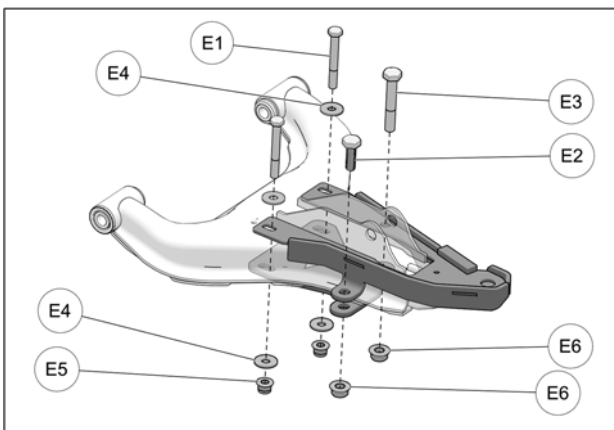

Fig. 20
8. Assembler la plaque de renfort et la plaque de serrage en utilisant les boulons M10 (E3-E2) et les écrous (E6); les boulons M8 (E1), les rondelles (E4) et les écrous (E5). Serrer les boulons et les écrous à la main temporairement. Voir la Fig. 20.